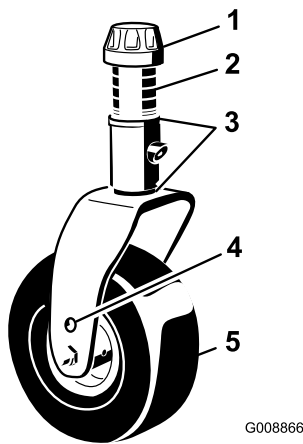

Bild 83
1. Entfernen Sie die Spannkappe von der Spindelwelle und ziehen die Spindel aus dem Laufradarm heraus (Bild 83).